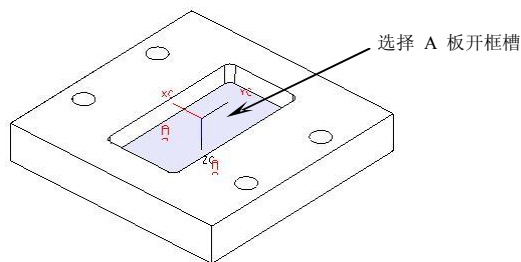

图5-111
12. 使用【冷却】功能创建冷却水道，设置冷却水道直径为“M8”、“HOLE_1_DEPTH=20”、“HOLE_2_DEPTH=20”，选择 A 板开框槽作为冷却水道参考面，设置第一条冷却水道坐标为 (-50, 30, 0)，第二条冷却水道坐标为 (50, 15, 0)，结果如图 5-111 所示。